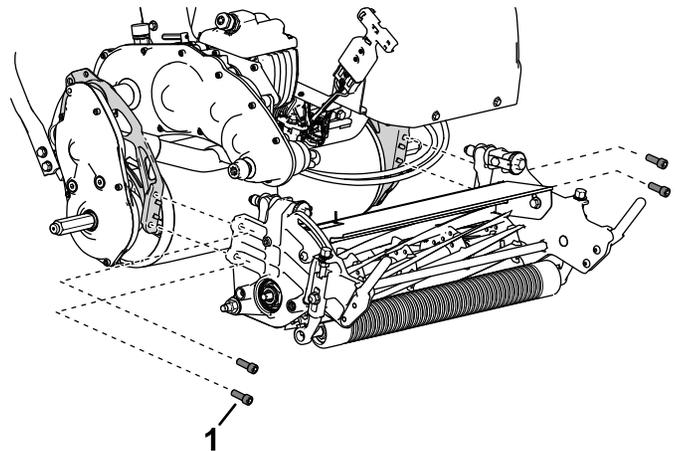

Figura 41
4. Retire los tornillos allen que sujetan la unidad de corte al bastidor (Figura 41).